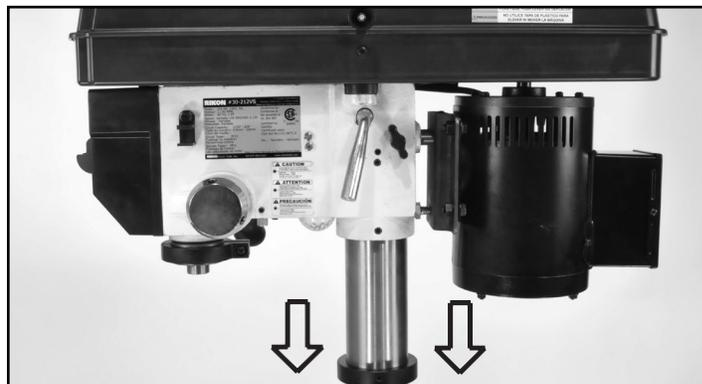

FIG. 5
1. Levante con cuidado y coloque la cabeza del taladro de columna en la parte superior de la columna. Debe deslizarse hacia abajo hasta que la columna se detenga contra el extremo interior del orificio de fundición de la cabeza. Girar el cabezal de el taladro de columna hasta que esté en línea con la base y la mesa, con el control panel mirando hacia adelante. FIG. 5.